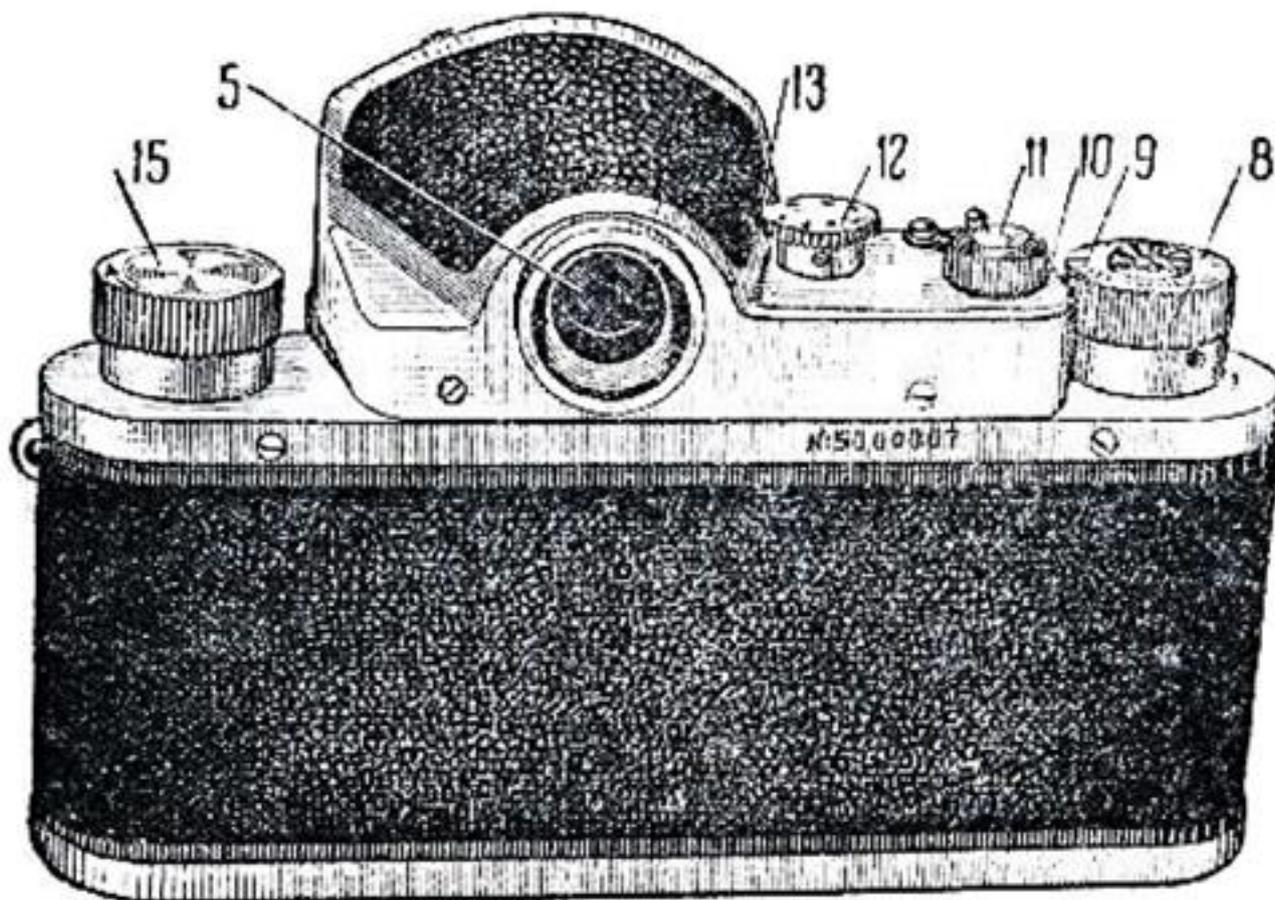

Рис. 2
Головку 8 (рис. 2) заводного механизма следует вращать до отказа только по ходу стрелки, награвированной на крышке. При этом пленка подается вперед на 1 кадр. Одновременно производится опускание зеркала видоискателя, взводится шторный затвор и работает счетчик.
6. Для подачи к кадровому окну незасвеченной части пленки заведите два раза механизм, нажимая каждый раз после завода на спусковую кнопку 11 (рис. 2). При заводе механизма наблюдайте, вращается ли головка обратной перемотки 15.
VII. Съемка фотоаппаратом (Рис. 2, 3 и 4)
VIII. Разрядка фотоаппарата (Рис. 2, 3 и 6)